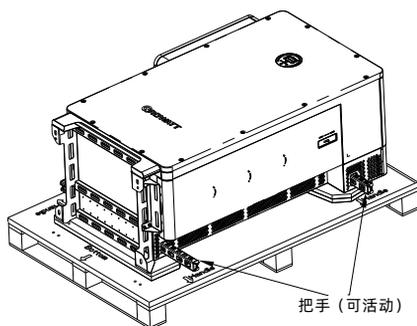

图 5.8 搬抬示意图
- 1> 将机器包装拆除（打开上盖并拆除四周的板材）后抽出机器的把手，如下图 5.8 所示，4 人可抬搬到指定安装位置；